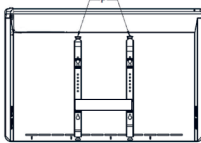

Рис. 3
- Опустите вниз две задвижки «Р» (см. рис. 3) на задней панели обогревателя, и потяните прибор на себя.